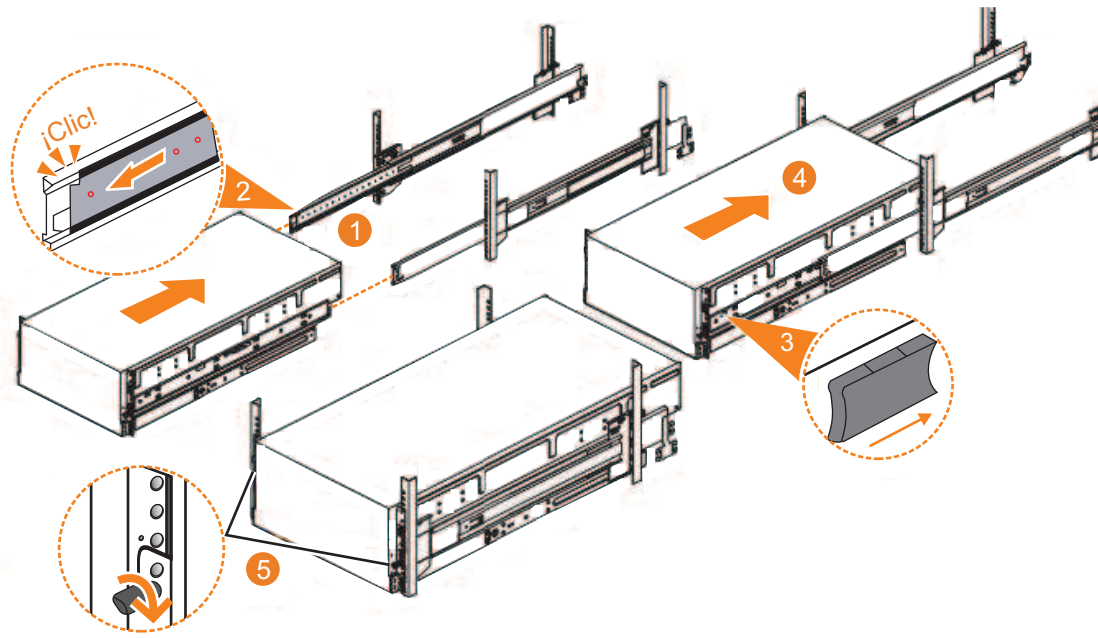

Figura 61. Sustitución del alojamiento 2145-92F en el bastidor
1. Extienda por completo las secciones de cajón izquierda y derecha del bastidor para bloquear los riles en la posición extendida (**1** en Figura 61).
2. Asegúrese de que todos los retenes de los cojinetes encajen en la parte frontal de las secciones izquierda y derecha del cajón (**2** en la Figura 61).
6. Localice las pestañas de liberación azules izquierda y derecha cerca de la parte frontal del alojamiento. Pulse las dos lengüetas hacia adelante para desbloquear el mecanismo del cajón (**3** en la Figura 61 en la página 77).
7. Empuje firmemente el alojamiento dentro del bastidor (**4** en la Figura 61 en la página 77).
8. Apriete los tornillos de mano de bloqueo (**5** en Figura 61 en la página 77) para fijar el alojamiento en el bastidor.